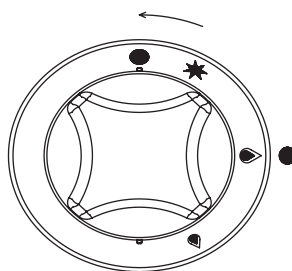

Fig.3
- FIG. 3: La salida del quemador puede ser controlada en un intervalo entre las posiciones  y .